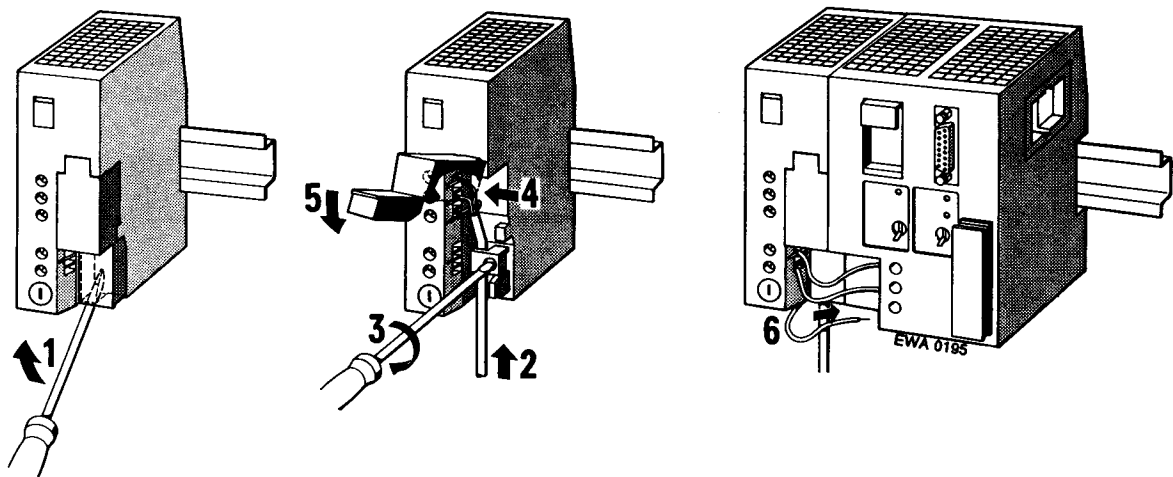

Bild 3.11 Anschluß von Stromversorgungs- und Zentralbaugruppe
- ▶ Schließen Sie das Netzkabel an die Klemmen L1, N und $\perp$ an (→ Bild 3.11) und